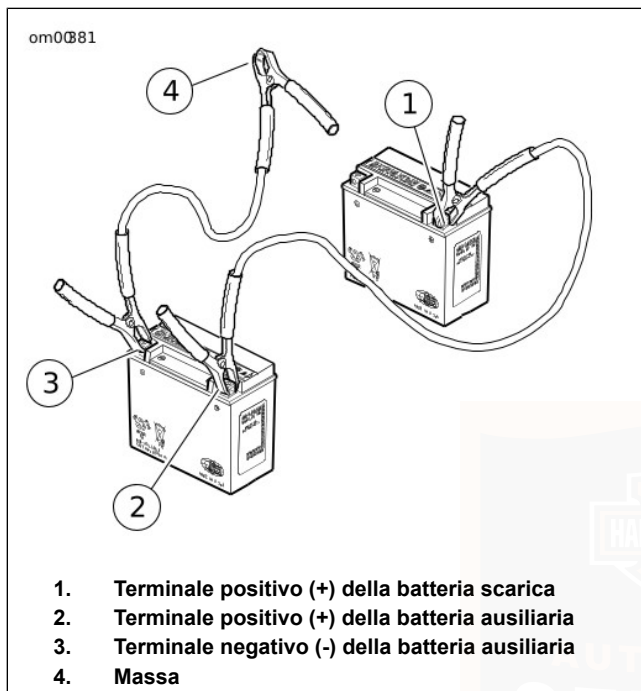

Figura 59. Collegamenti per l'avviamento con cavi ponte
1. Vedere Figura 59. Collegare un'estremità del cavo ponte al terminale positivo (+) (1) della batteria SCARICA.
2. Collegare l'altra estremità dello stesso cavo al terminale positivo (+) (2) della batteria AUSILIARIA.